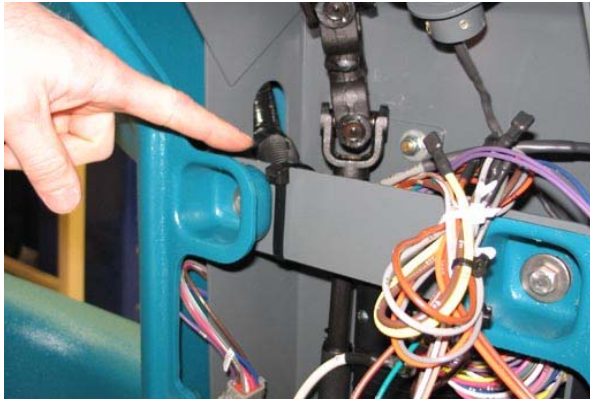

AFB. 64
31. Monter kabelklemmerne igen. (Fig. 64)